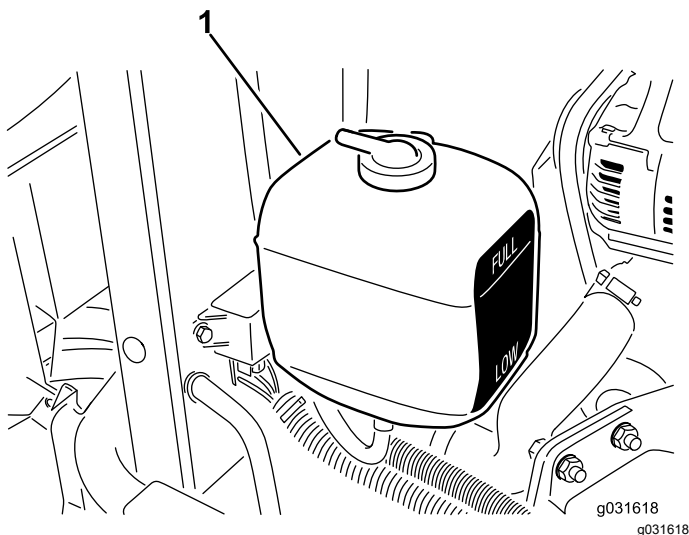

Figura 58
1. Compruebe el nivel de refrigerante del depósito de expansión (Figura 58).